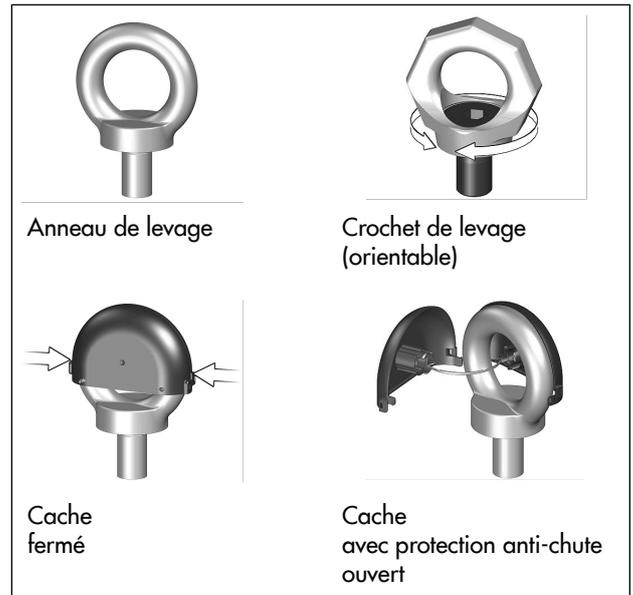

Fig. 5 : Protection anti-chute au niveau de l'anneau de levage/crochet de levage
1. Appuyer légèrement sur les deux clips d'attache situés de chaque côté du cache de l'anneau de levage pour l'ouvrir et le retirer, cf. Fig. 5.
6. Une fois le montage effectué : retirer les élingues de levage puis rattacher et fermer le cache de l'anneau de levage, cf. Fig. 5.